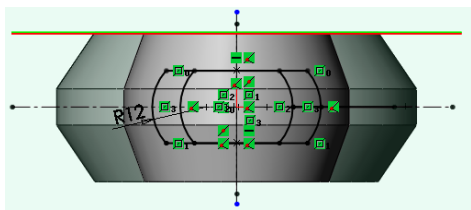

图 4-119 第二个放样轮廓
⑪ 绘制第二个放样轮廓草图。同绘制第一个放样轮廓草图方法相同，利用草图绘制工具绘制第二个放样轮廓草图，如图 4-119 所示，退出草图。